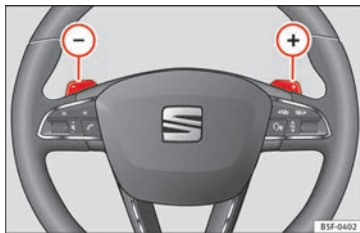

Bild 193 Ratten: reglage för automatisk växellåda
– Tryck på växlingspaddeln (+) för att välja en högre växel » **bild 193**.